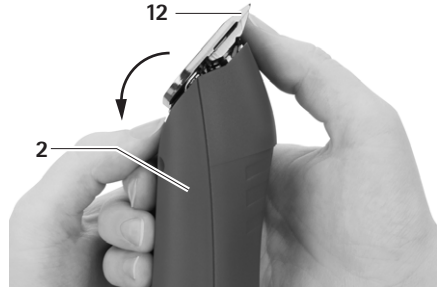

Fig. 4
- Fäll klipp huvudet 12 framåt, se Fig. 4.